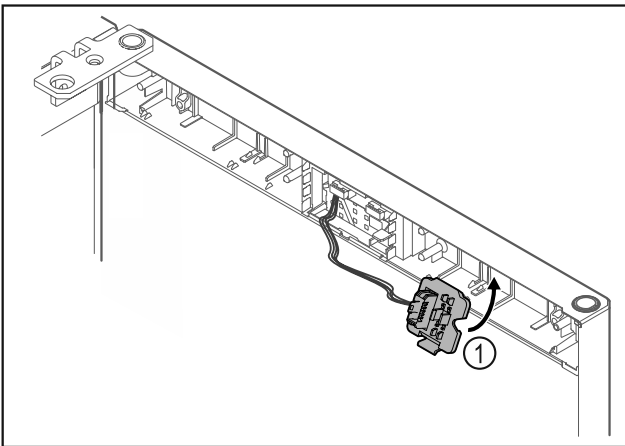

Fig. 13
- ▶ Κουμπώστε το στηρίγμα του φιδι Fig. 13 (1) στην απέναντι πλευρά.*